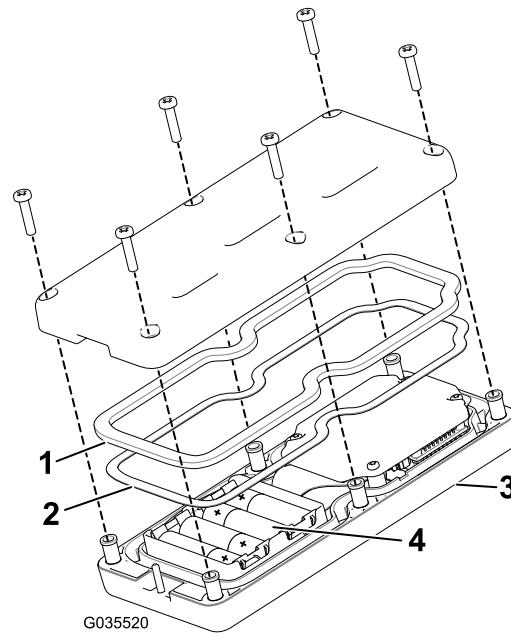

图24
注意 如果电池安装不当遥控器不会发生损坏但却无法操作。电池端子仓位分别带有正负极标志 图24。
3. 确保钢垫片和橡胶密封件正确放置于遥控器的槽内然后将后盖放回原位 图24。
4. 用 6 个螺丝固定后盖 图24上紧螺丝扭矩至 1.51.7N·m。